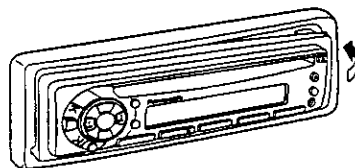

Fig. 5
- ② Appuyer sur le côté droit du panneau jusqu'à ce qu'un déclic se fasse entendre. (⇒ Fig. 5)